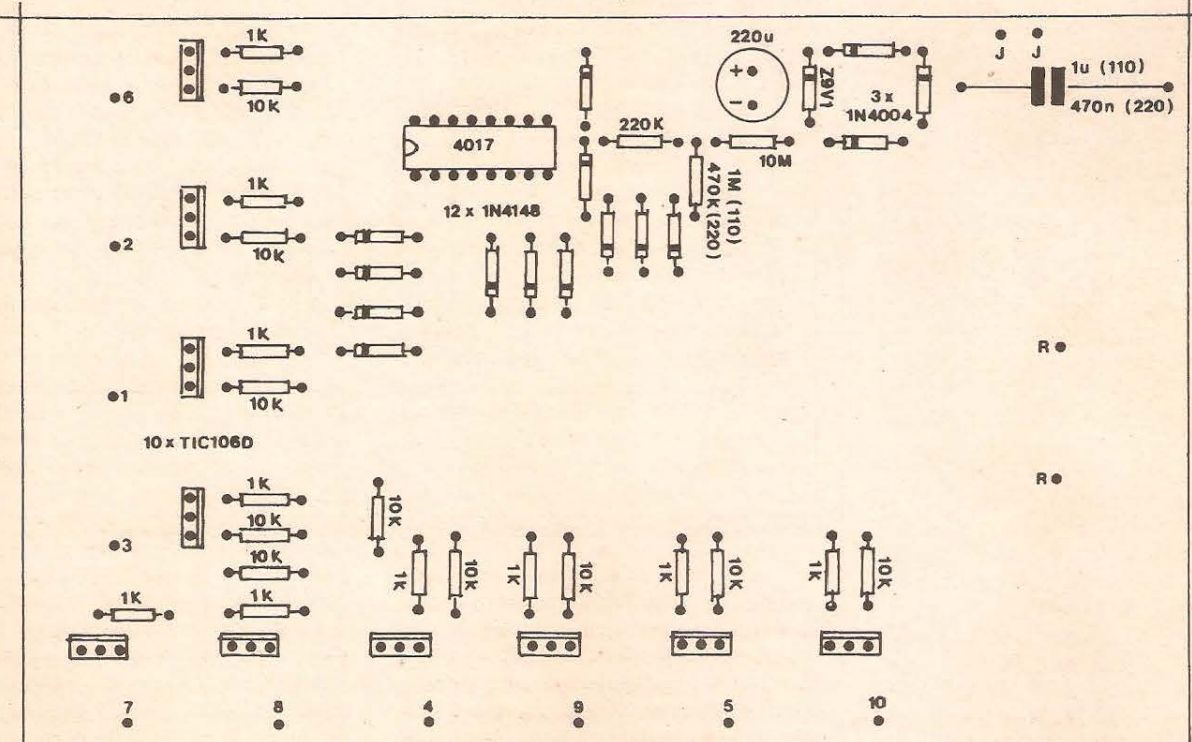
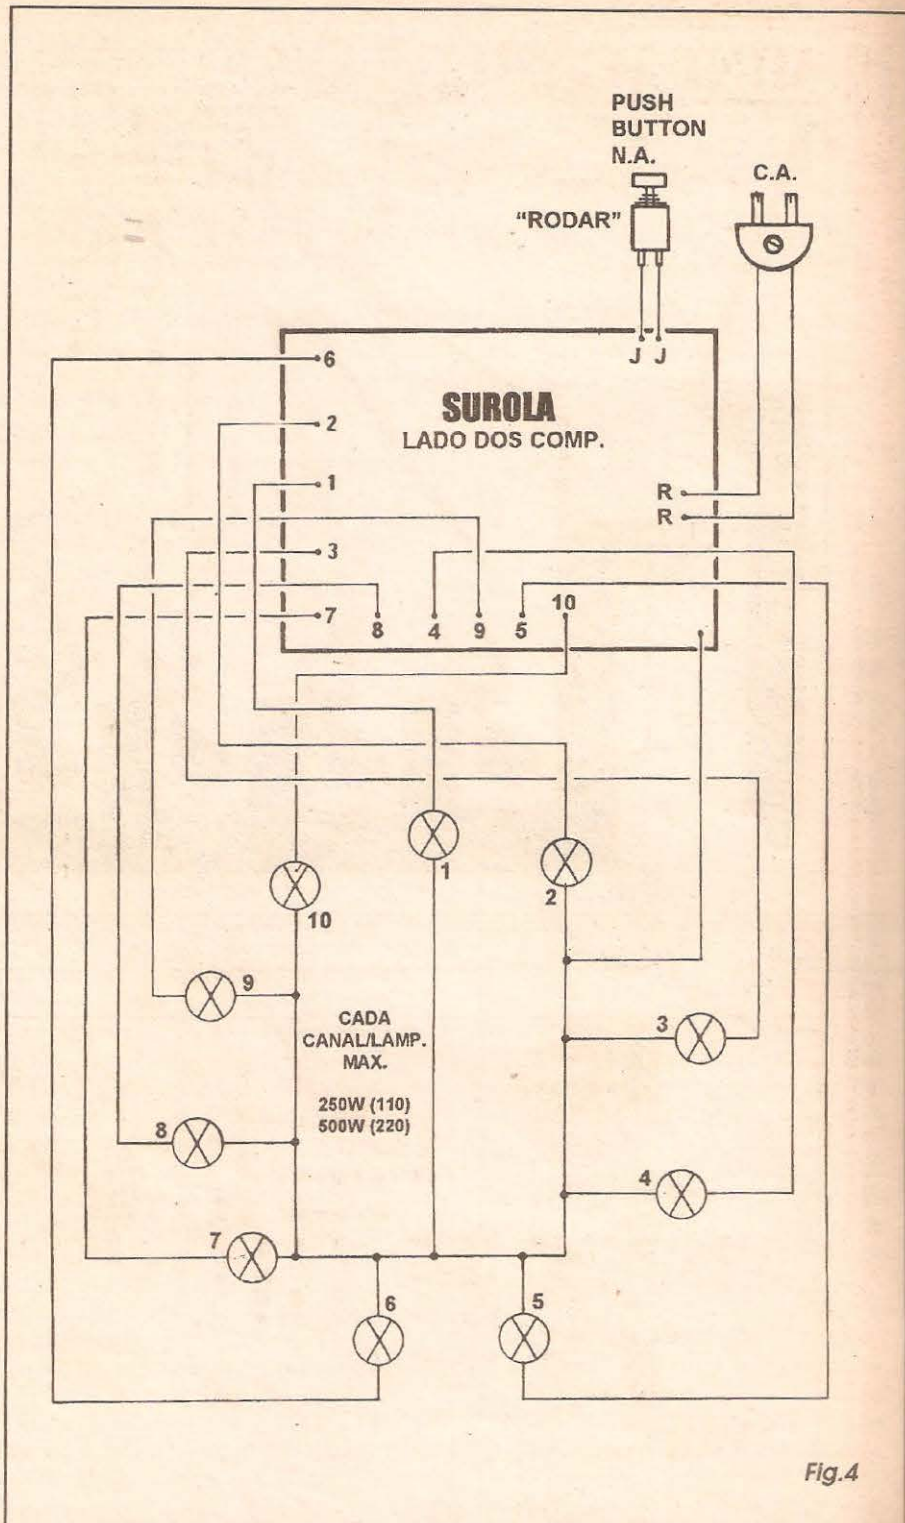

Fig.3
Fig.4
- FIG. 3 - CHAPEADO DA MONTAGEM - A face não cobreada da placa mostra, com todos os necessários detalhes, informações quanto a códigos de componentes, valores, polaridades e posições das peças... Notar que *muitos* dos componentes são *polarizados*, exigindo posição única e certa para inserção e soldagem à placa... Qualquer inversão no posicionamento ou orientação dos terminais de tais peças, redundará no *não funcionamento* do circuito, em danos ao próprio componente, e até em perigosas *queimas* de trilhas e ilhas cobreadas (nunca esquecendo que estaremos lidando com níveis consideráveis de energia, em vários setores da placa/circuito...). Então, vamos analisar, um a um, tais componentes polarizados e as informações quanto ao seu posicionamento:
- FIG. 4 - CONEXÕES EXTERNAS À PLACA / INSTALAÇÃO GERAL DO SUPER-ROLETÃO... - Observar no diagrama anterior (FIG. 3) que várias ilhas/furos, todos codificados com letras ou números, foram deixados aparentemente sem ligação... Destinam-se tais pontos justamente às conexões externas à placa, agora detalhadas:
Obviamente que, se a idéia for mesmo elaborar uma roleta gigante, a disposição circular do conjunto de lâmpadas é praticamente obrigatória, conforme indica o diagrama da **FIG. 4**... É bom notar que os números de 1 a 10 atribuídos aos canais/lâmpadas referem-se unicamente à *ordem* de acionamento ou de sequenciamento da manifestação luminosa (sendo que a qualquer momento, *apenas uma* das 10 lâmpadas, se manifestará acesa, esteja a roleta *rodando* ou *parada*...). Na prática, nada impede que algarismos, letras, símbolos, inscrições, etc., sejam atribuídos à vontade aos 10 pontos/resultados da roleta... Por exemplo: para usar o conjunto como um sorteador numérico, deverão ser atribuídos os algarismos de 0 a 9 às 10 lâmpadas, com o que *dezenas*, *centenas* ou mesmo *milhares* ou *dezenas de milhares* poderão ser extraídos dos resultados, bastando rodar a roleta várias vezes, uma para cada *casa* do resultado! Exemplo: rodando a roleta três vezes, e obtendo-se os resultados 9, 5 e 0, respectivamente nos três lances, atribui-se à centena **950** o resultado final do sorteio, e assim por diante, com fáceis, óbvias e irrefutáveis adaptações...!